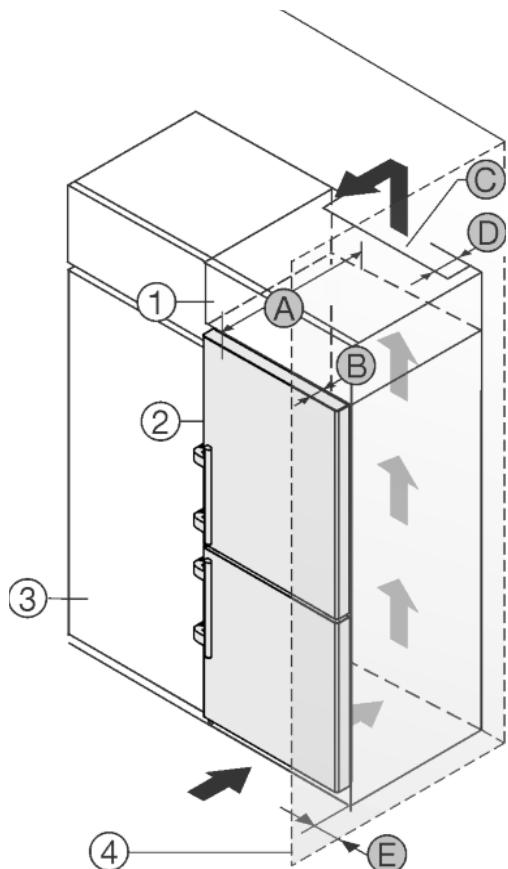

Fig. 51
Устройство может быть окружено кухонными шкафами. Чтобы уравнять устройство Fig. 51 (2) по высоте с кухонной стенкой, можно установить над устройством дополнительный шкафчик Fig. 51 (1).
Установить устройство можно непосредственно рядом с кухонным шкафом Fig. 51 (3). Чтобы можно было полностью открыть двери, устройство должно выступать на глубину Fig. 51 (B) относительно передней стенки кухонного шкафа. В зависимости от глубины кухонных шкафов и использования пристенных распорок устройство может выступать и больше.
- На задней стенке дополнительного шкафчика должен быть вентиляционный канал с глубиной Fig. 51 (D) по всей ширине этого шкафа.
- Нужно соблюдать вентиляционное отверстие Fig. 51 (C) под нижней панелью.
Если устройство установлено на шарнирах у стены Fig. 51 (4), то нужно соблюдать расстояние Fig. 51 (E) между устройством и стеной. Настолько выступает ручка при открытой дверце.